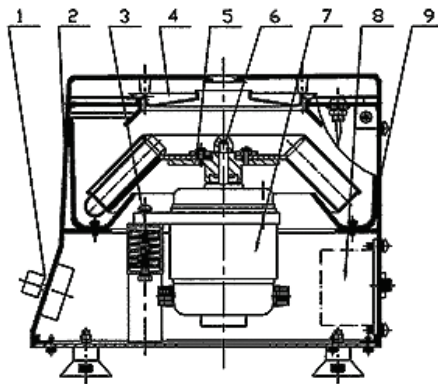

Рисунок 1 - Центрифуга ПЭ-6900
- 6.1. Центрифуга ПЭ-6900 выполнена в виде моноблока в корпусе из высокопрочного пластика (Рисунок 1). В передней части устройства расположена панель управления. В верхней части находится откидная крышка, через которую производится загрузка и выгрузка образцов. На задней стенке устройства расположены разъём для присоединения сетевого шнура и колодка предохранителя. Центрифуга устанавливается на основание с помощью четырёх резиновых ножек-присосок.
- 7.3. Убедиться, что ротор надёжно закреплён на оси двигателя центрифуги с помощью гайки 6 (Рисунок 1).